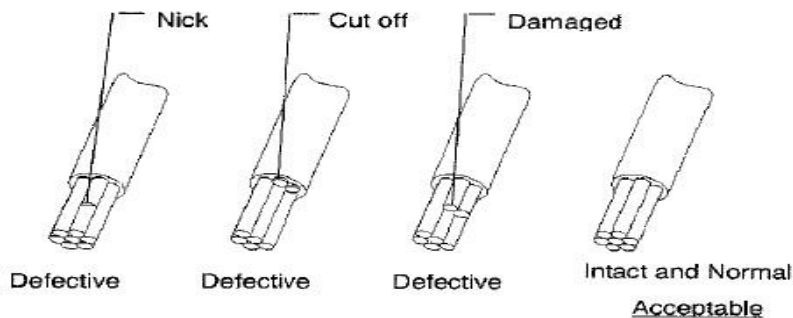

Fig. 6
4.1.1 Applicable Wire. See Fig.6 for applicable wire.
4.1.1 적용 가능한 Wire (Fig.6 를 참조하십시오.)